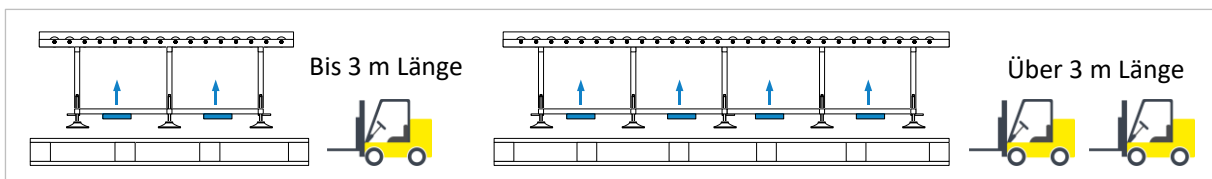

Abbildung 2: Herunterheben von der Palette mit Gabelstapler
- Führen Sie die entsprechend breit eingestellten Gabeln an den in ⇒ Abbildung 2 (links) markierten Stellen zu.
- Führen Sie die entsprechend breit eingestellten Gabeln an den in ⇒ Abbildung 2 (rechts) markierten Stellen zu.